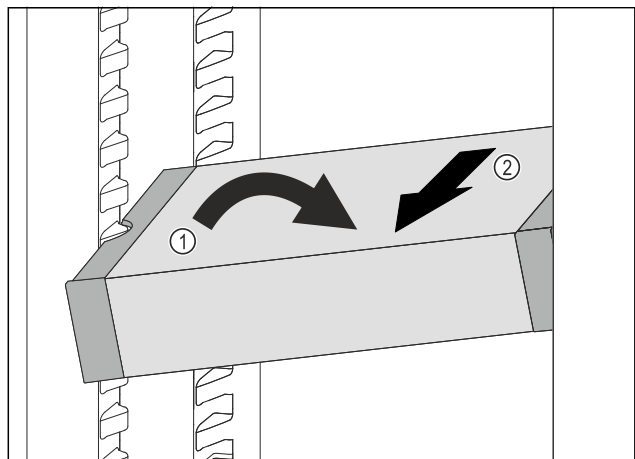

Fig. 139
- ▶ Coloque el VarioSafe en el compartimento del frigorífico en posición oblicua. Fig. 139 (1)
- ▶ Extraiga el VarioSafe hacia delante. Fig. 139 (2)